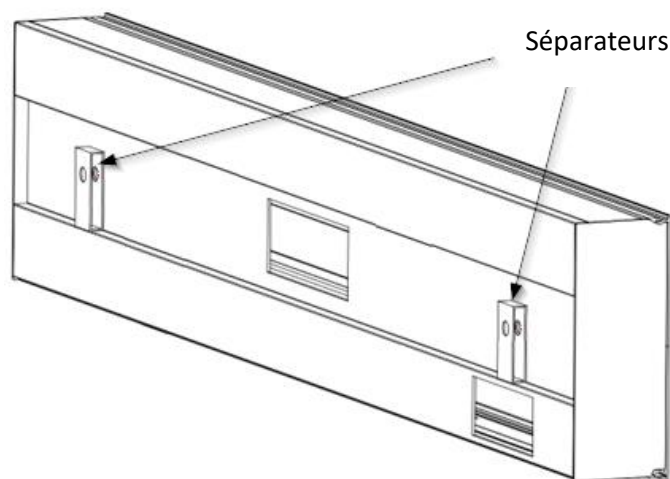

Fig.5 Entretoises arrière pour éviter la flexion du profilé central.
- Pour remettre le couvercle en place, le fermer manuellement jusqu'à ce qu'il entre en contact avec le châssis de l'appareil et remettre en place les vis à tête fraisée M4 DIN 965 (3).
- Positionner les entretoises de manière à empêcher le profilé central de fléchir, comme indiqué dans la figure 5.